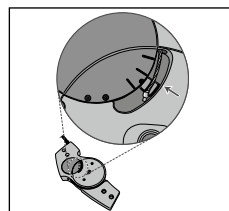

Fig. 10
16. Skub satellitkontakten ind i den automatiske position (Mode1) (**se fig. 1**), og kontrollér i leddets funktionsenhed, om toppen af løftestangsarmen har flyttet sig og nu er parallel med centermarkeringen (**se fig. 10**).